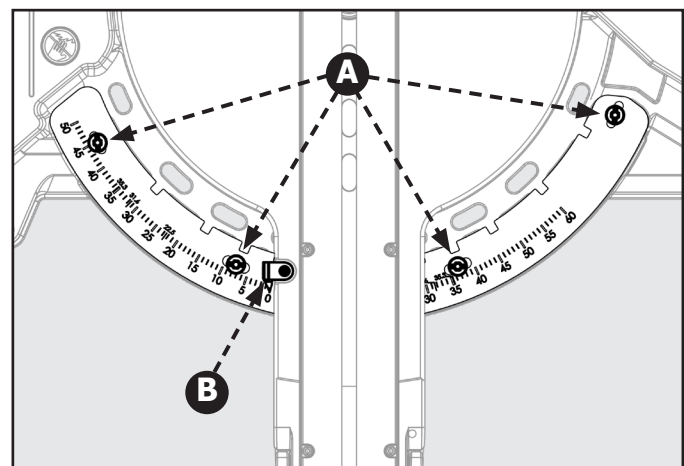

Figure 32
Voir figure 32
**Consultez la figure 32 et suivez ces instructions afin d'effectuer une coupe complète :** tournez le support de la butée (C) dans le sens horaire vers le haut.